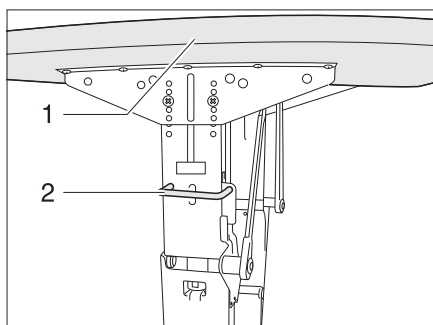

Fig. 60 Dispositif de verrouillage table pivotante à monture métallique
- Basculer la poignée (Fig. 60,2) vers le haut.
- Faire pivoter le plateau de table (Fig. 60,1) vers le bas, dans un arc de cercle, jusqu'à ce que la poignée s'enclenche.